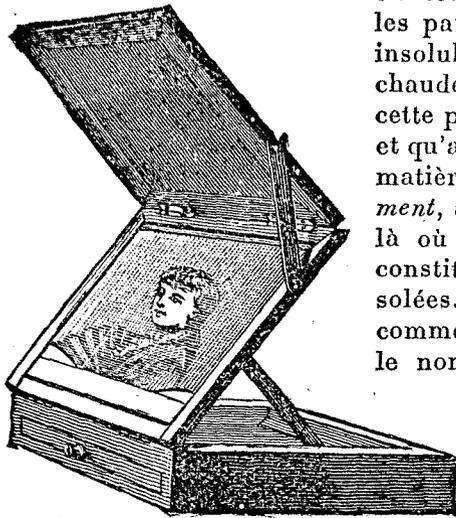

Fig. 444. — Pupitre à retouches.
**Remarques.** — Il est rare que le cliché ne présente pas de défauts. Pour les corriger on embellit quelque peu les photographies, on fait la *retouche* avant le tirage des positifs. Le cliché est placé obliquement sur un pupitre à jour présentant un miroir en dessous. Le cliché est ainsi vu par transparence; avec un crayon, ou de l'encre de Chine au pinceau, le photographe effectue des modifications de modelé qu'on appelle les *retouches* (fig. 444).